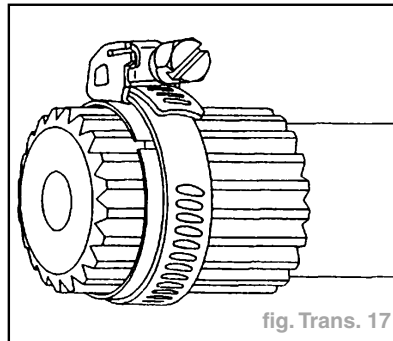

fig. Trans. 17
- Poser un collier sur le jonc pour faciliter l'emmanchement du bol (fig. Trans. 17).